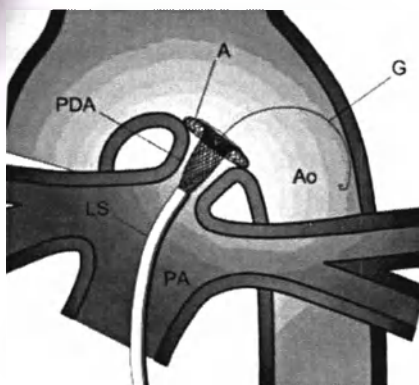

Рисунок 5.2.9
Толкая длинную трубку (LS), осторожно протолкните удерживающий диск вплотную к аортальной ампуле. Рис. 5.2.9.